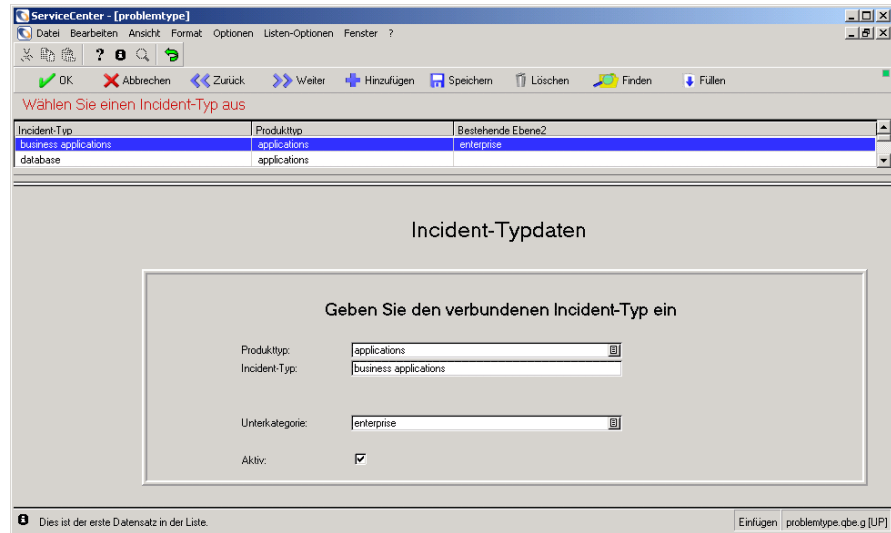

Abbildung 4-40: Unterkategoriedaten
- Abbildung 4-40 zeigt das Formular für den Incident-Typ. Klicken Sie auf **Suchen**, um eine Liste der Incident-Typen Namen anzuzeigen, die zur Auswahl zur Verfügung stehen.